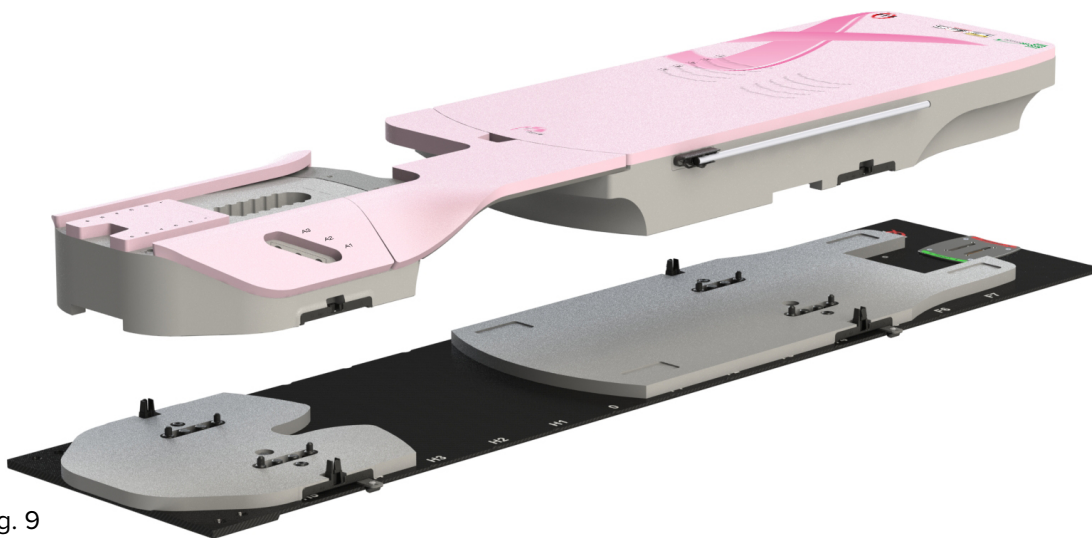

Fig. 9
3. Placera Access Prone G2 eller Access Prone på CT-mellanläggen. (Fig. 9)